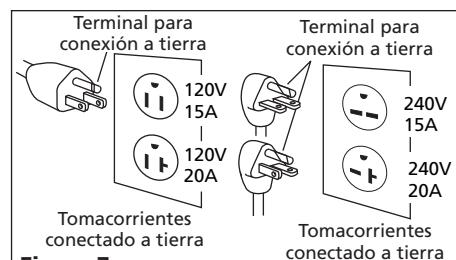

Figura 7
1. Este producto debe tener una conexión a tierra. En el caso de que ocurra un cortocircuito, la conexión a tierra reduce el riesgo de un choque eléctrico proporcionándole un cable de escape para la corriente. La unidad está equipada con un cable con una terminal para la conexión a tierra. La misma calzará en uno de los tipos de tomacorrientes mostrados en la Figura 7. Si el enchufe no calza en el tomacorriente deseado, haga que un electricista calificado reemplace el tomacorriente.
- Si el enchufe del cordón eléctrico no le parece familiar o si no entra en el tomacorrientes, la Figura 7 le permitirá familiarizarse con éstos y con los voltajes necesarios para los mismos.